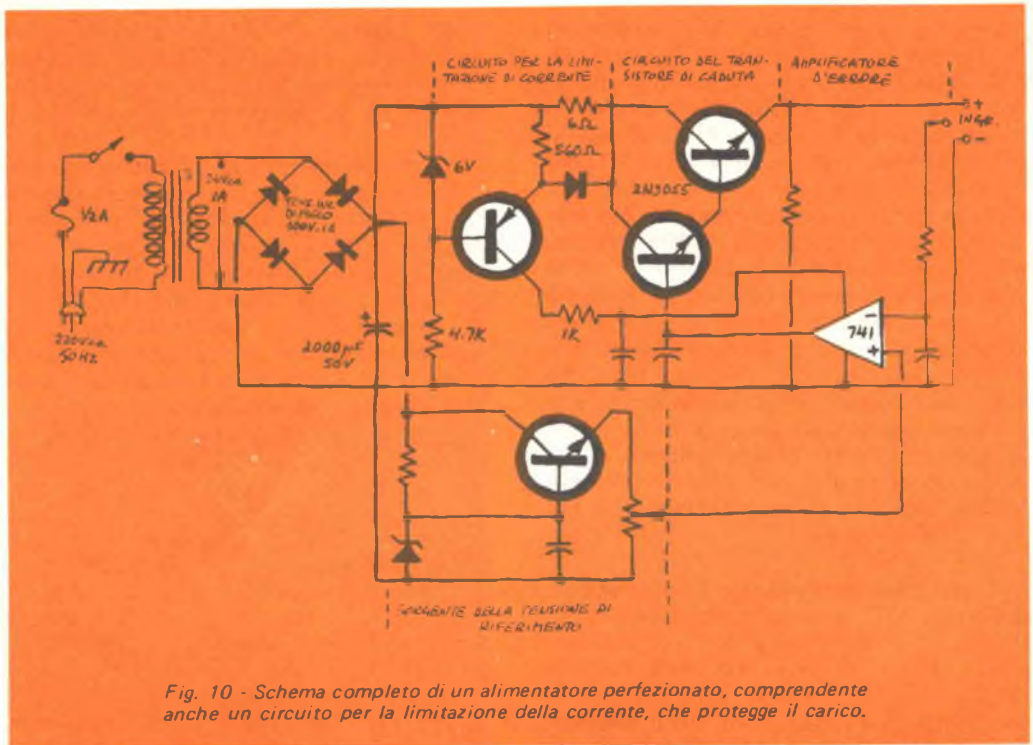

Fig. 10 - Schema completo di un alimentatore perfezionato, comprendente anche un circuito per la limitazione della corrente, che protegge il carico.
**Limitazione di corrente** - Nella fig. 10 si vede lo schema di un alimentatore stabilizzato assai perfezionato; nell'alimentatore è anche incorporato un circuito che pone un ben determinato limite alla corrente che può fluire nel carico. Per introdurre un circuito del genere nel proprio alimentatore, si dovranno scegliere per i componenti valori tali da porre il limite di corrente al livello giudicato il massimo ammissibile per il carico che si intende alimentare. ★